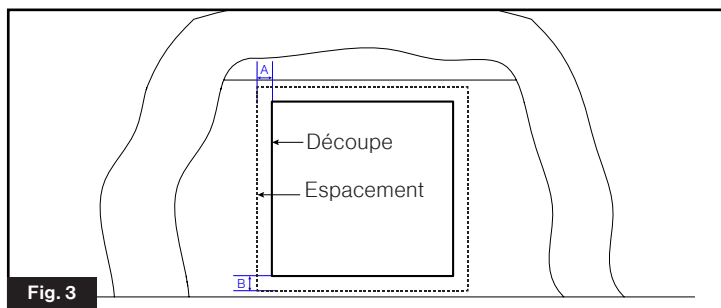

Fig. 3
5. Reportez-vous à la Fig. 3 afin de savoir l'espacement adéquat entre les autres éléments du mur du véhicule récréatif et l'assemblage de la porte.